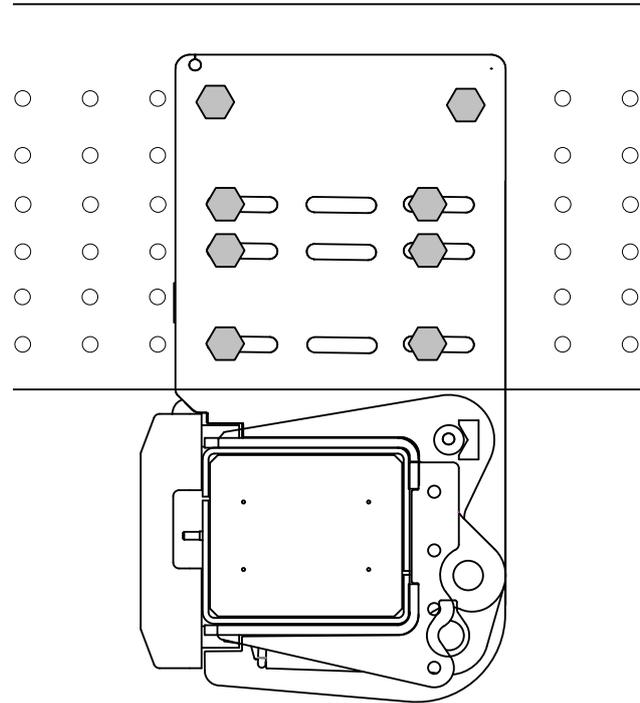

Figure 32. Montage du support de cadre sur le cadre du véhicule avec trous pré-perforés
15. Visser les supports sur la face extérieure du cadre du véhicule. Insérer au moins 6 boulons dans les orifices fendus. Utiliser des boulons appropriés (d'une résistance équivalente à M14 10,9 ou supérieure) et ajouter une rondelle et un écrou à l'intérieur du cadre du véhicule. Engager les boulons sans les serrer. Voir Figure 32.
18. Percer des trous dans le cadre du véhicule pour les boulons de fixation à travers les deux trous ronds supérieurs du support correspondant. Utiliser des boulons appropriés (d'une résistance équivalente à M14 10,9 ou supérieure) et ajouter une rondelle et un écrou à l'intérieur du cadre du véhicule. Voir Figure 32. Serrer les vis avec une clé dynamométrique. **Couple de serrage : standard du boulon sélectionné.**